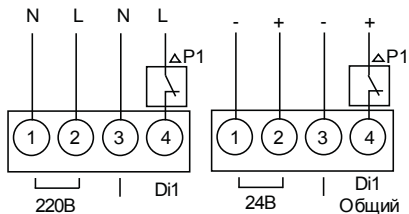

Рисунок 2.2
1. Дискретные входы контроллера предназначены для работы с активными сигналами, см. рисунок 2.2.